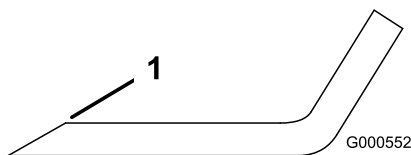

Bild 69
1. Schärfen Sie die Schnittkante an beiden Enden des Schnittmessers mit einer Feile (Bild 69).
**Hinweis:** Feilen Sie, wenn das Schnittmesser nicht ausgewuchtet ist, vom Flügelbereich des Messers etwas Metall ab (Bild 69).